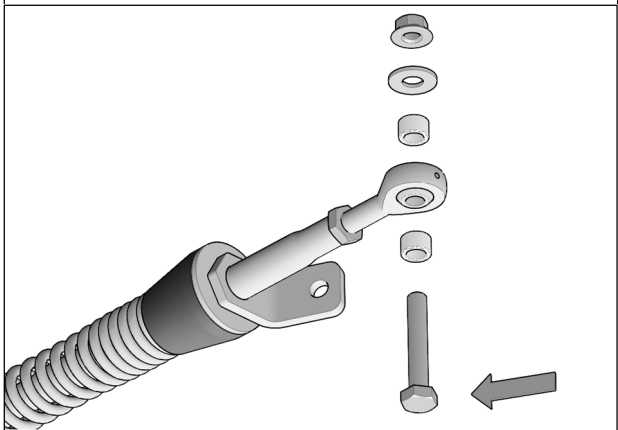

Fig. 9
4. Enlever les boulons, les rondelles et les espaces des rotules des bras stabilisateurs des systèmes avant. Insérer un boulon à l'extrémité de chacun des ancrages de suspension avant (A1). Fig. 9